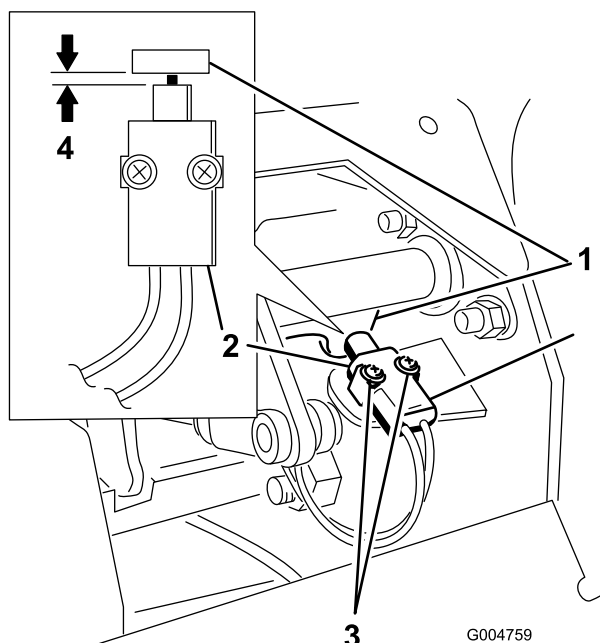

Figura 56
4. Desloque o interruptor na direcção da patilha no veio do travão até que a distância entre a patilha e o corpo do interruptor seja de 0,4 a 1 mm (Figura 56).